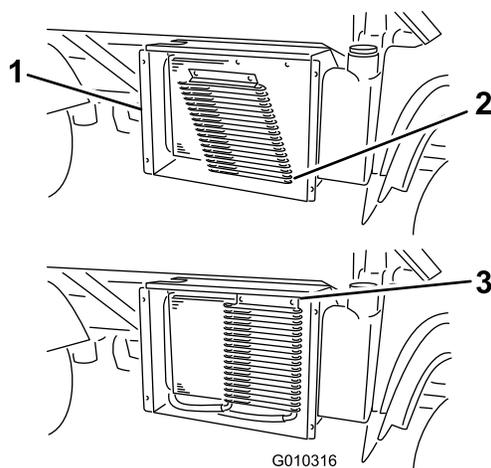

図 59
3. ラッチを外し、オイルクーラを装備している場合にはそれを倒してラジエーターから遠ざける 図 59。